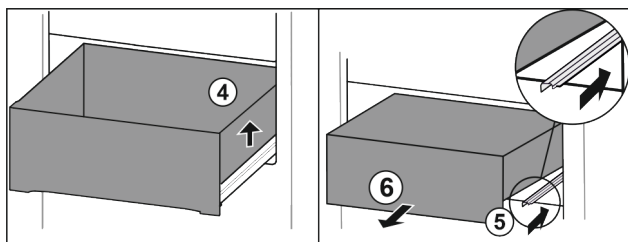

Fig. 63
- ▶ Nadzvedněte zásuvku vpravo. Fig. 63 (4)
- ▶ Zasuňte pravou kolejničku. Fig. 63 (5)
- ▶ Vjměte zásuvku dopředu. Fig. 63 (6)